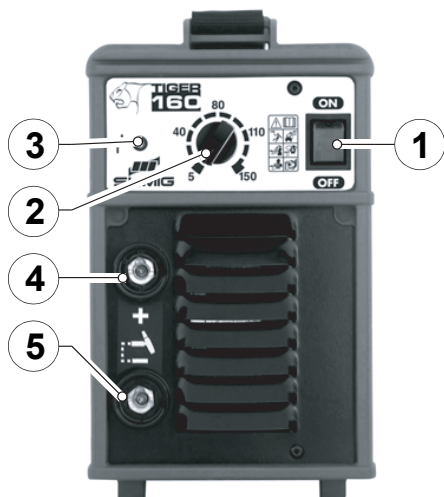

Fig. 1
2. Ligue o cabo terra no engate rápido negativo (-) (fig. 1 N°5) e a garra do mesmo próximo à zona a soldar.
3. Ligue o cabo porta eletrodo no engate rápido positivo (+) (fig. 1 N°4)
4. Regule a amperagem para soldagem mediante o respectivo seletor. (fig. 1 n°2)
5. Ligue a máquina pressionando o interruptor ON/OFF. (fig. 1 n°1)
2. Ligue o cabo terra no engate rápido positivo (+) (fig. 1 n°4) e a garra do mesmo próximo à zona a soldar.
3. Ligue a tocha TIG no engate rápido negativo (-). (fig. 1 n°5)
7. Regule a amperagem de soldagem mediante o respectivo seletor. (fig. 1 n°2) e regule a saída do gás mediante o regulador.